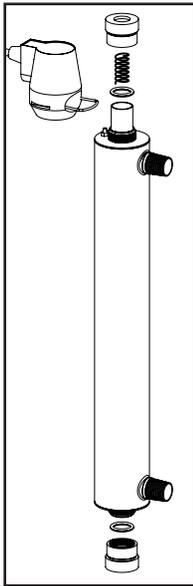

FIGURE 3A
c) Enlever les écrous de retenue en aluminium des deux extrémités de la chambre réacteur, (Figure 3A), tout en vérifiant le ressort flottant qui se retrouve dans le manchon de quartz au bout opposé du connecteur. (Veiller à ne pas laisser tomber le manchon de quartz).
d) Enlever délicatement les joints toriques de la gaine de quartz (Figure 3A). Comme les joints toriques peuvent adhérer à la gaine de quartz, on recommande de les remplacer chaque année. Retirer avec soin le manchon en quartz de la chambre.